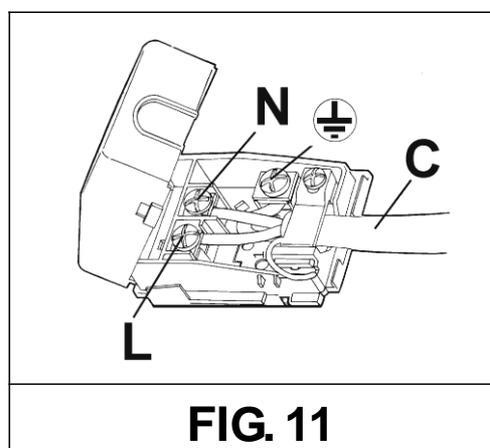

FIG. 11
- si el cable de alimentación "C" está desprovisto de enchufe (ver fig. 11), aplique un enchufe normalizado adecuado para la carga indicada en la etiqueta de identificación. Conecte los cables según el esquema de la fig. 11 prestando atención para respetar las siguientes correspondencias: